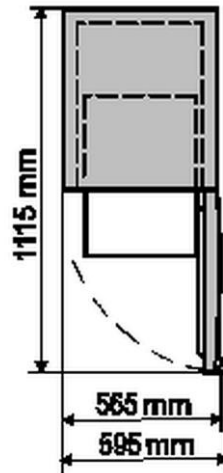

Abb. 3: Ansicht von oben mit geöffneter Gerätetür
- Sollte das Gerät in einer Ecke aufgestellt werden, lassen Sie einen seitlichen Abstand von mindestens 60 mm (Abb. 3), damit die Gerätetür mit Griff vollständig geöffnet werden kann.